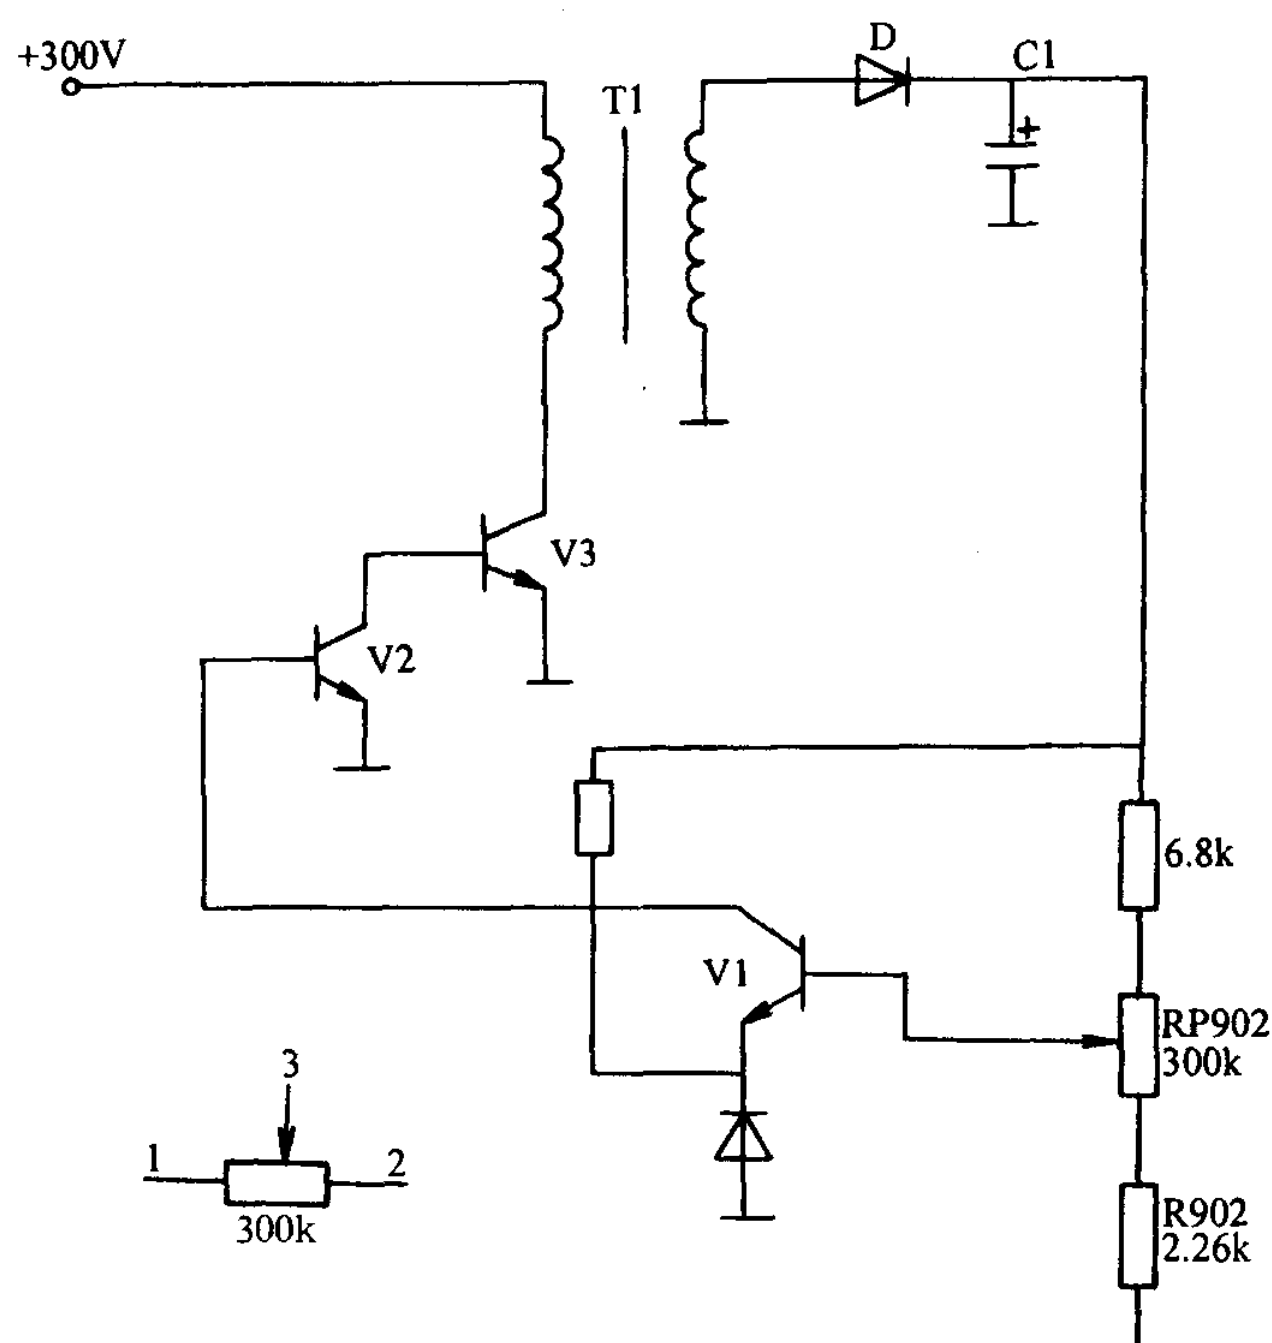

图 1.1.5 电位器在电路中的表现方法
电位器有三个引脚,左右两端的①、②脚为固定端子,中间的③脚为中心抽头也叫可动端子;在电路中的表示方法如图 1.1.5 中的 RP902,表示符号用 PR、W、VR。
电阻器的单位为欧姆。电位器在电路中呈现的阻值有三个：一个是固定端子之间呈现的固定电阻，这个阻值不随中心抽头的移动而变化，其值永远为电位器的标称值，如图 1.1.5 中电阻器标称为 $300\text{k}\Omega$ ，即说明这个电位器两固定引脚之间的电阻值是 $300\text{k}\Omega$ 。一个是中心抽头与固定端子①脚之间的阻值，这个阻值随中心抽头移动的位置决定，当中心抽头移动到最左端子即①脚固定端子时，①脚与中心抽头呈现的电阻值为 0Ω ；中心抽头向右移动时阻值随着增大，当移动到中间位置时，①脚与中心抽头之间的电阻值为电位器标称阻值的一半。